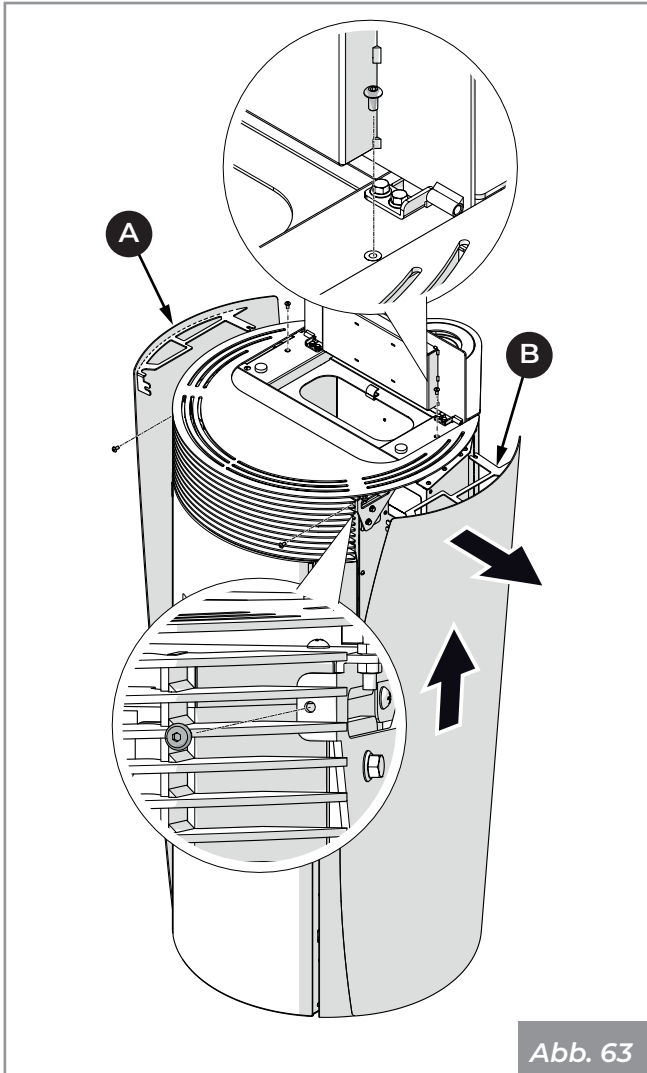

Abb. 63
- Entfernen Sie die Seiten **(A)** und **(B)** (**Abb. 63**).